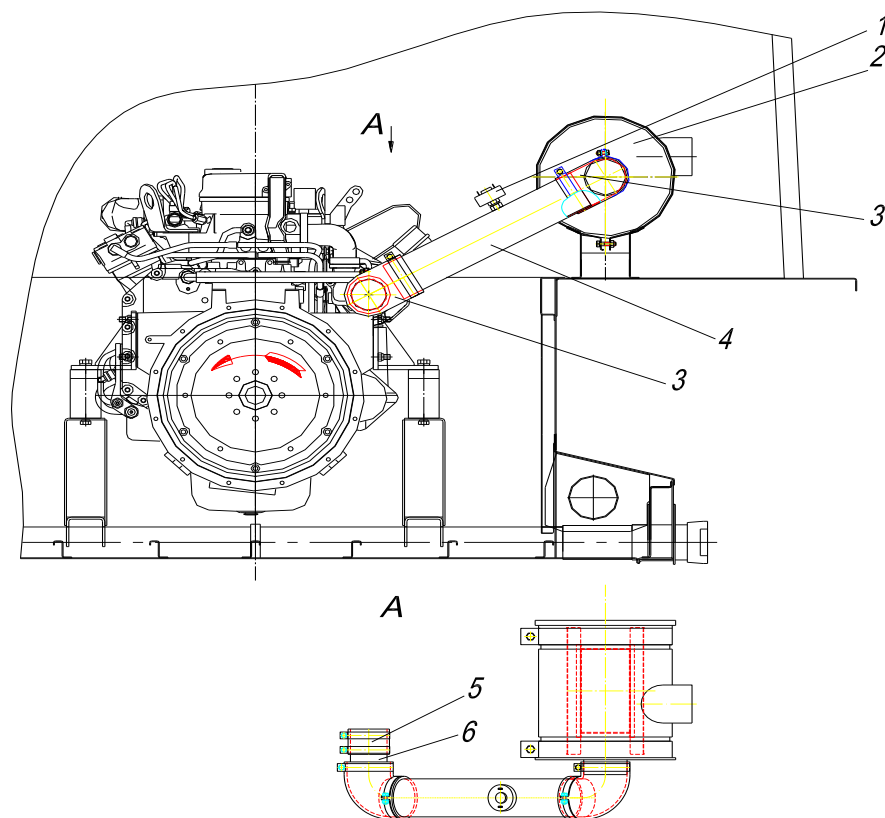

Рис. 1.10 Установка воздухоочистителя
1.5.3.1 Воздухоочиститель 2 (рис. 1.10) сухого типа, двухступенчатый, с инерционной решеткой и сменным картонным фильтрующим элементом. Он установлен на левой надгусеничной полке моторного отделения.